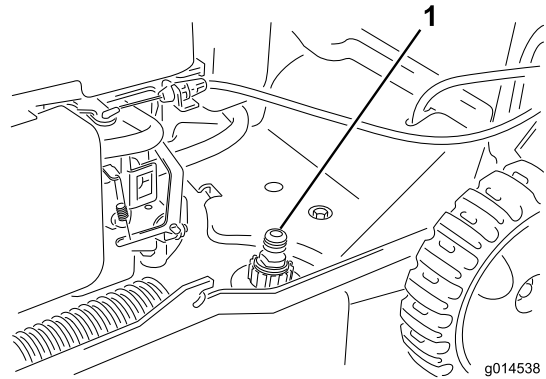

Figura 20
3. Conecte una manguera de jardín que esté conectada a un grifo al orificio de lavado (Figura 20).